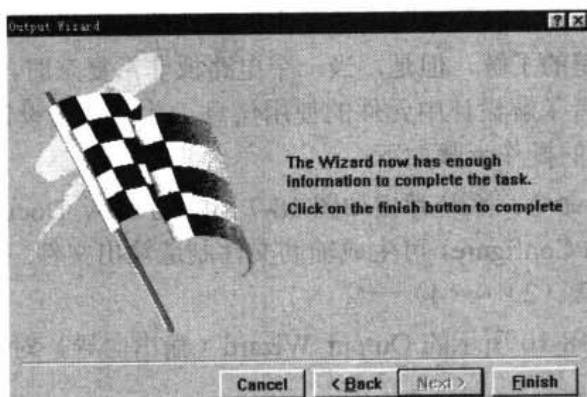

图 18-13 完成 NC 钻孔文件的创建
(7) 单击 Finish 按钮，完成 NC 钻孔文件的创建，或者单击 Next 按钮，弹出如图 18-13 所示对话框，再单击 Finish 按钮，完成 NC 钻孔文件的创建。系统默认文件的名称，即为 CAMManager1.cam。